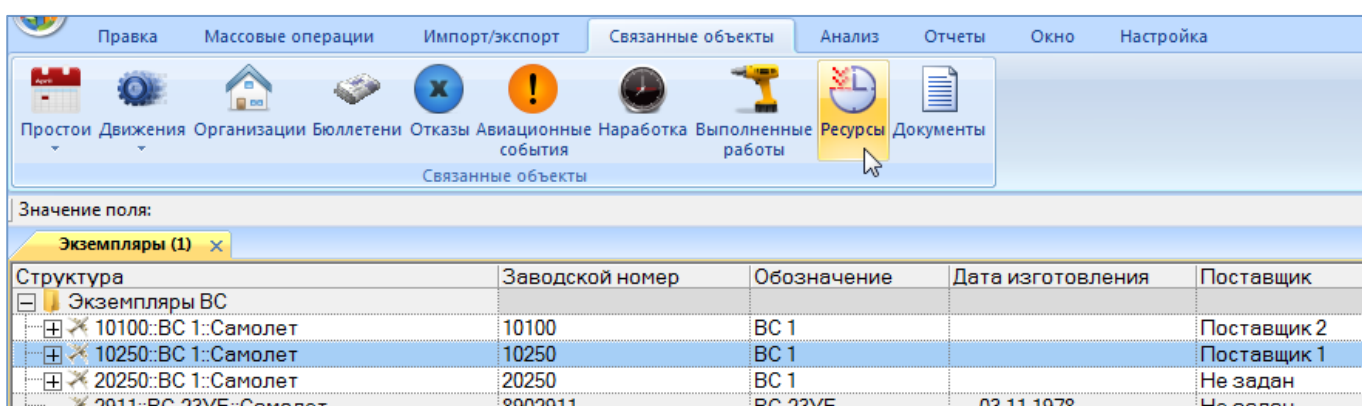

Рис. 13-66 – Открытие окна связанных объектов «Ресурсы» для экземпляра компонента
2) Выбрать экземпляр компонента и нажать кнопку «Ресурсы» панели «Связанные объекты» (рис. 13-66). В результате будет открыто окно связанных объектов «Ресурсы» для выбранного экземпляра компонента (рис. 13-67).
2) Выбрать компонент в структуре и нажать кнопку «Ресурсы» панели «Связанные объекты» (рис. 13-66). В результате будет открыто окно связанных объектов «Ресурсы» для выбранного экземпляра компонента (рис. 13-67).